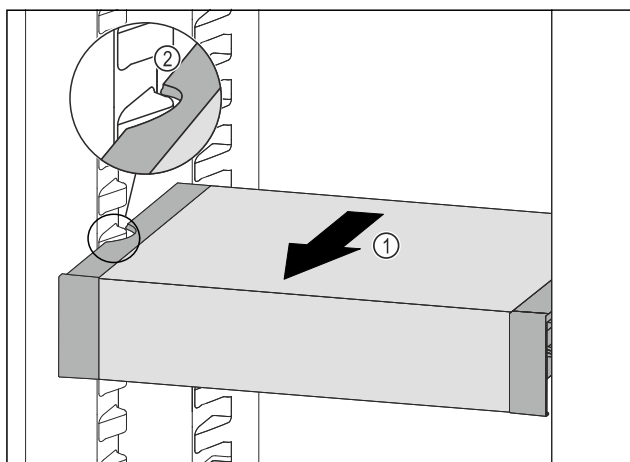

Fig. 222
- ▶ Вытягивайте VarioSafe вперед Fig. 222 (1), пока боковые выемки VarioSafe не окажутся на высоте выступа резервуара в холодильном отделении. Fig. 222 (2)